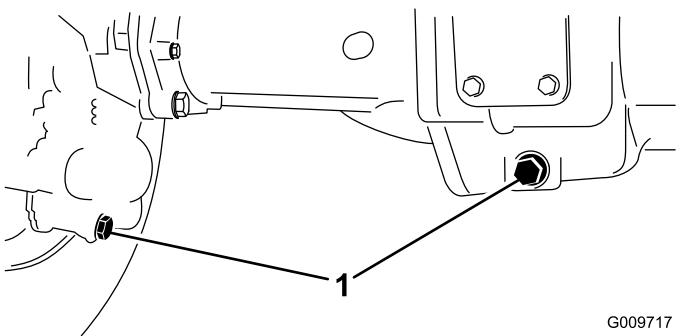

Figura 89
- Pulite attorno ai tre tappi di spurgo, uno per lato ed uno in centro (Figura 89).